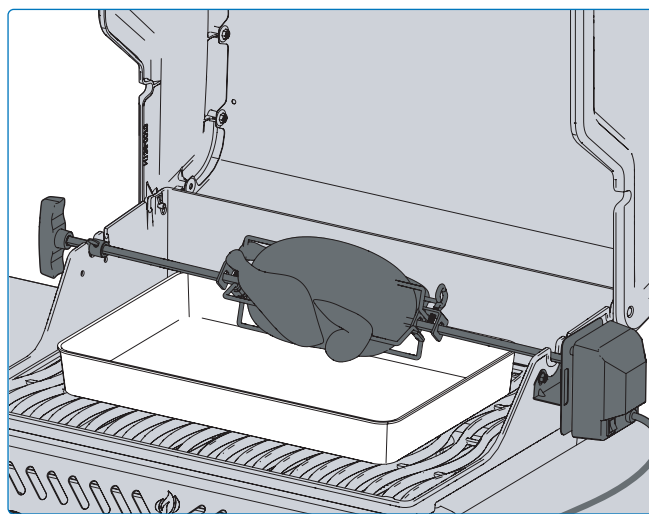

Fig. 17
- Asegúrese de colocar siempre una carga equilibrada en el asador (**Fig. 17**).